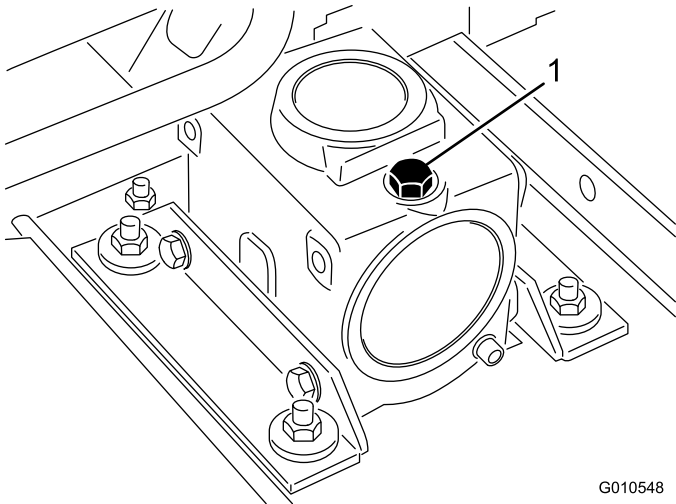

Bild 7
2. Nehmen Sie den Ölpeilstab bzw. die Füllschraube oben am Getriebe ab (Bild 7) und stellen Sie sicher, dass der Schmiermittelstand zwischen den Markierungen am Peilstab liegt. Wenn der Ölstand niedrig ist, füllen Sie Öl ein, bis der Stand zwischen den Markierungen liegt.